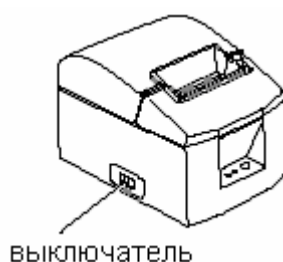

Рисунок 7.4 - Расположение выключателя ККМ
7.2.2 Перевести выключатель, расположенный на боковой стенке ККМ (Рисунок 7.4), в положение "1". После этого светодиод "ПИТАНИЕ" на панели управления и контроля начинает светиться.